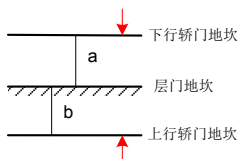

图1 欠平层
1) 如果停梯时欠平层（如图 1），F4-00 增大 H， $H = (a+b) / 2$ 。